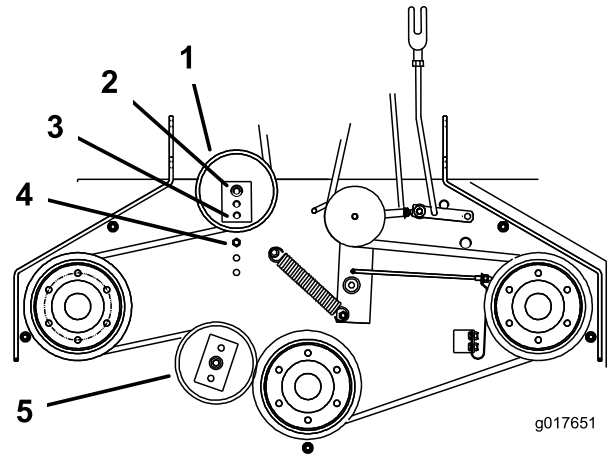

**Figure 47**
3. Desserrez le contre-écrou sur le tendeur (Figure 47).
4. Tournez le tendeur vers l'arrière de la tondeuse pour augmenter la tension sur la courroie. Tournez le tendeur vers l'avant de la tondeuse pour réduire la tension sur la courroie (Figure 47).